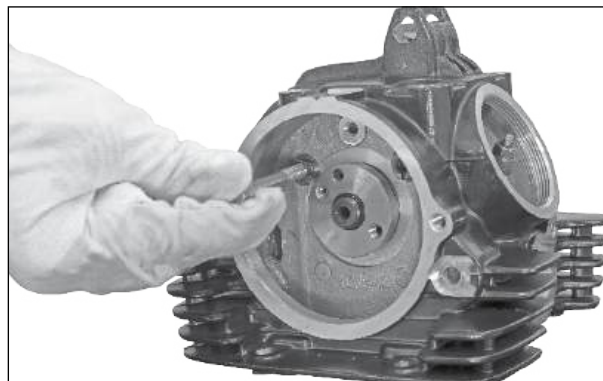

Fig. 3.51
- Usando um parafuso M6, puxe cuidadosamente o eixo do balancim da válvula do conjunto do cabeçote. (Fig. 3.51)